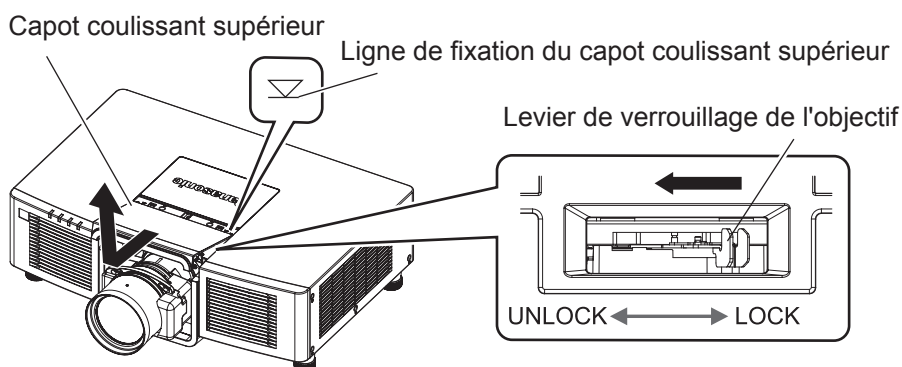

Fig. 3
2) Retirez le capot coulissant supérieur. (Fig. 3)
5) Fixez le capot coulissant supérieur. (Fig. 3)